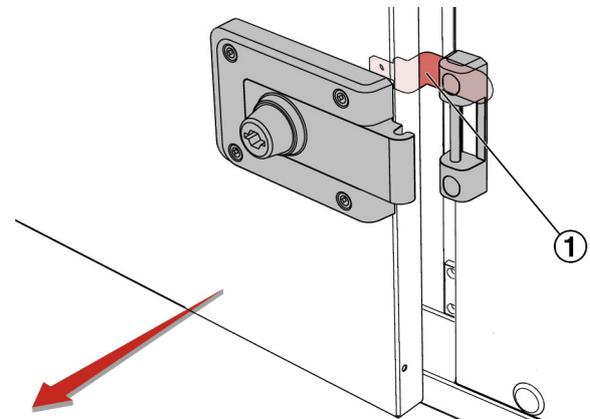

Abb. 51: Fangvorrichtung anschlagen
3. ▶ Die Revisionstür vorsichtig bis zum Anschlag der Fangvorrichtung (Abb. 51 /1) öffnen.